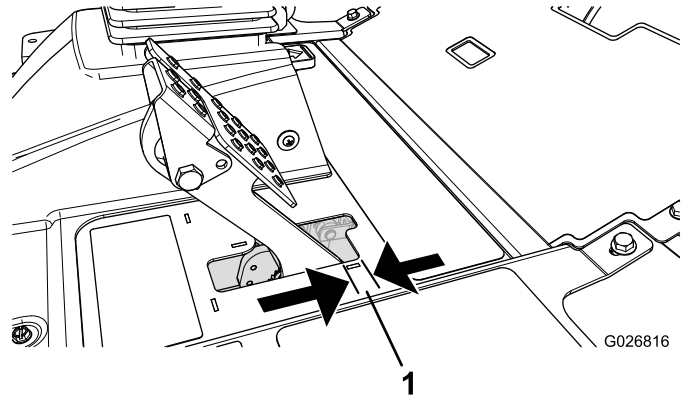

Figure 62
Régalez les freins si la garde à la pédale de frein est supérieure à 2,5 cm (Figure 62) ou si la force de maintien offerte est insuffisante. La garde est la distance parcourue par la pédale de frein avant que le freinage soit ressenti.
2. Serrez l'écrou arrière afin de pouvoir déplacer le câble en arrière jusqu'à obtention d'une garde de 6 à 13 mm (Figure 62), avant le blocage des roues.